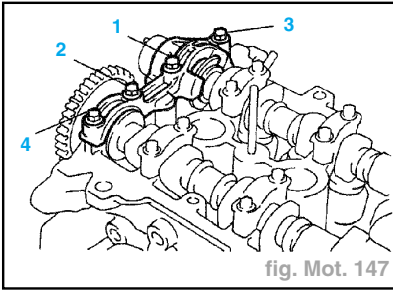

fig. Mot. 147
- Reposer le chapeau de palier d'arbre à cames n°1 avec les 4 boulons en les serrant en plusieurs étapes, en suivant l'ordre indiqué dans le schéma. Serrer au couple prescrit de **1,30 daN.m** (fig. Mot. 147).